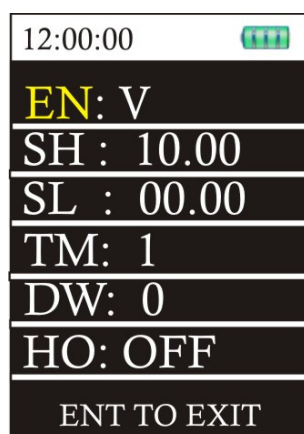

Figura 12 – Função RAMP.
Esta função permite que o G-400 gere um sinal em suas saídas em formato de rampa. É possível configurar os valores de SETPOINT HIGH (SH), SETPOINT LOW (SL), tempo de rampa TIME (TM) em segundos, tempo de permanência DWELL (DW) para SH e SL, e congelamento HOLD (HO) para SH ou SL, como pode ser observado na Figura 12.